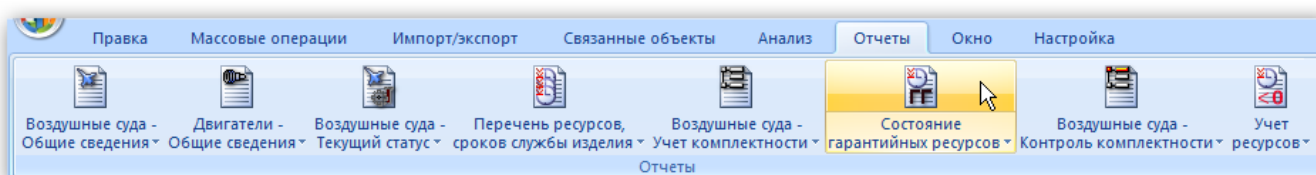

Рис. 13-52 – Вкладка «Отчеты»
- 3) Открыть вкладку «Отчеты» в рабочем окне «Экземпляры», выбрать наименование отчета и нажать «Состояние гарантийных ресурсов» (рис. 13-52).